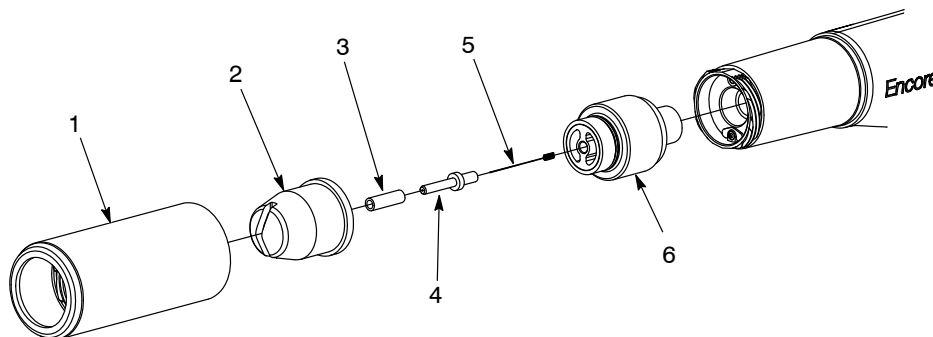

Figura 4-7 Pulizia degli ugelli di spruzzo piatti e angolati
1. Vedi figura 4-7. Svitare il dado dell'ugello (1) girando in senso antiorario.
2. Tirare via il dado dell'ugello e l'ugello di spruzzo (2) dalla pistola. Togliere l'ugello dal dado e pulirli entrambi con aria compressa a bassa pressione e panni puliti. Sostituirla se è usurata o danneggiata.
4. Ispezionare il manicotto antiusura (3) e il portaelettrodo (4). Se sono usurati o danneggiati, sostituirli con il kit portaelettrodo per spruzzo piatto.
- a. Svitare il portaelettrodo e il manicotto dal gruppo supporto dell'elettrodo (6).
- b. Montare il nuovo manicotto (3) sul nuovo portaelettrodo (4).
- c. Montare l'elettrodo (5) nel nuovo portaelettrodo, poi avvitare il portaelettrodo nel gruppo supporto dell'elettrodo (6).
6. Installare l'ugello (2) sul supporto elettrodo, poi avvitare il dado dell'ugello (1) sul corpo della pistola a spruzzo girando in senso orario finché è serrato a mano.